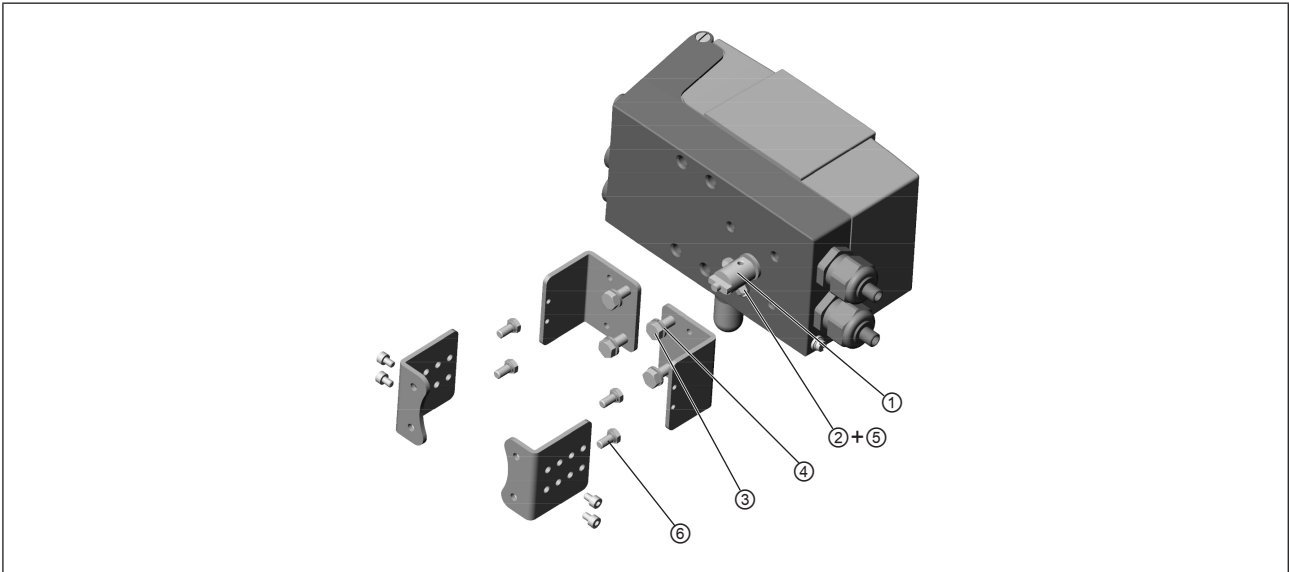

Figure 23 : Fixation de l'adaptateur de montage
- Fixer l'adaptateur de montage sur le SideControl avec les 4 vis à tête hexagonale ③ et les rondelles Grower ④ (voir « Figure 23 »).